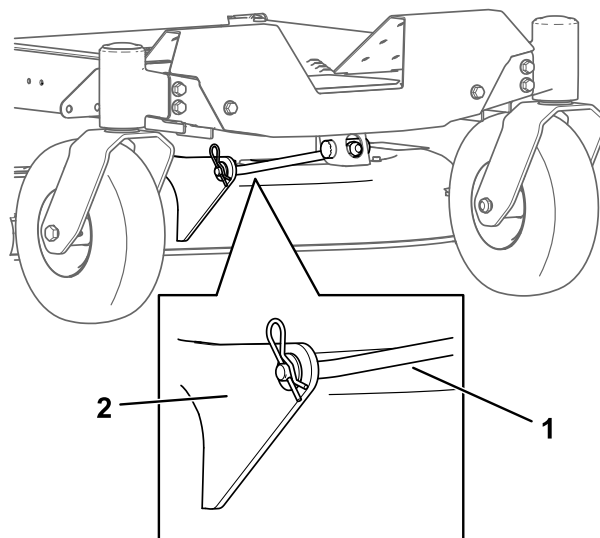

Bild 72
5. Entfernen Sie den Splint von der vorderen Stützstange und nehmen Sie die Stange aus der Mähwerkhalterung (Bild 72).
- Befestigen Sie die vordere Stützstange mit den Lastösenbolzen und Splints am Mähwerk (Bild 72).